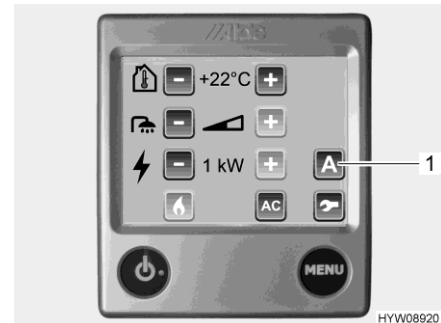

Bild 166 Einstellmenü (Zusatzgebläse)
- Gesteuert wird das Zusatzgebläse über die Bedieneinheit (Bild 166) der Warmwasser-Heizung.
- Schaltfläche "A" (Bild 166,1) drücken. Die Funktionen werden angezeigt.